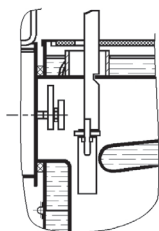

Рисунок 1. Устройство котла в базовой комплектации.
4. УСТРОЙСТВО КОТЛА (см. рисунок 1)